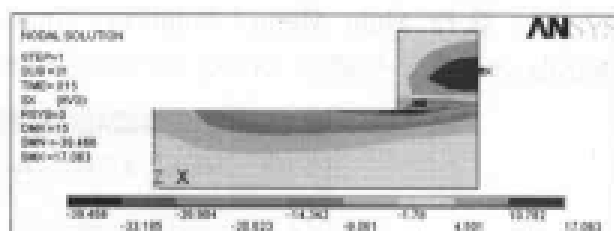

图 13-177 滑块内部 X 方向应力场等值线
(2) 选择 Main Menu | General Postproc | Plot Results | Contour Plot | Nodal Solu 命令,出现 Contour Nodal Solution Data 对话框,在 Item to be contoured 列表框中选择 Nodal Solution | Stress | X-Component of stress 选项,单击 OK 按钮,ANSYS 窗口将显示如图 13-177 所示的滑块内部 X 方向力场等值线图。